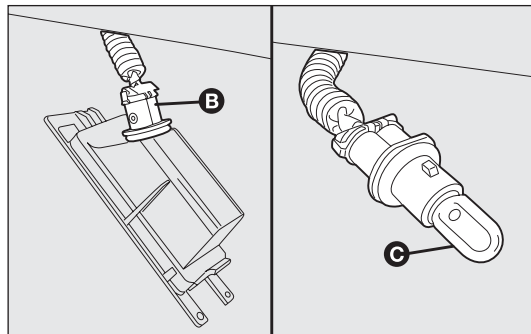

fig. 161
- tourner la douille B-fig. 161 dans le sens anti-horaire, puis désolidariser l'ampoule C.